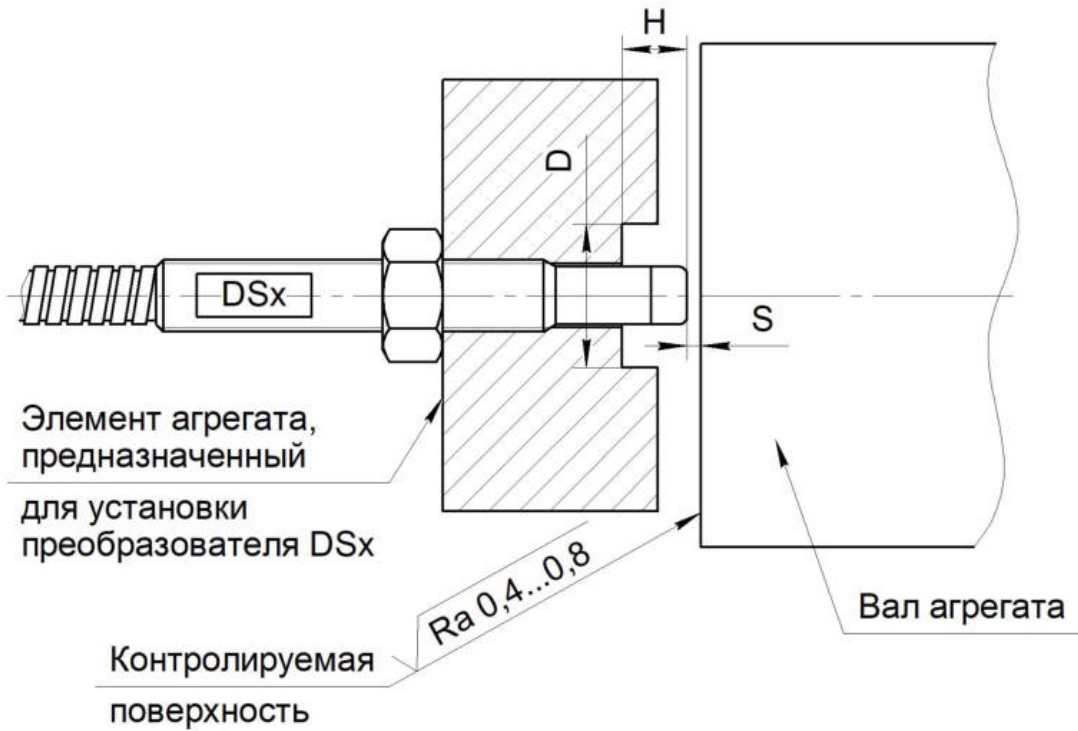

Рисунок 2. Установка датчика для измерения Зазора (осевого сдвига) и Мгновенного зазора.
- Зазор (осевой сдвиг), Мгновенный зазор – см. Рисунок 2.